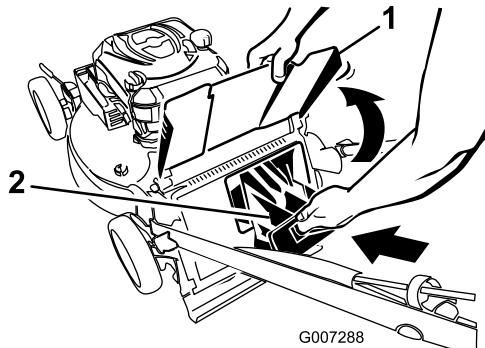

Bild 26
**Wichtig:** Stellen Sie sicher, dass die Heckauswurfklappe arretiert ist. **Arretieren der Klappe:** Heben Sie das Heckauswurfablenklech an (Bild 26), drücken Sie die Klappe fest ein, bis sie hinter den Nasen einrastet, und drehen Sie den Hebel an der Klappe nach links (Bild 25).